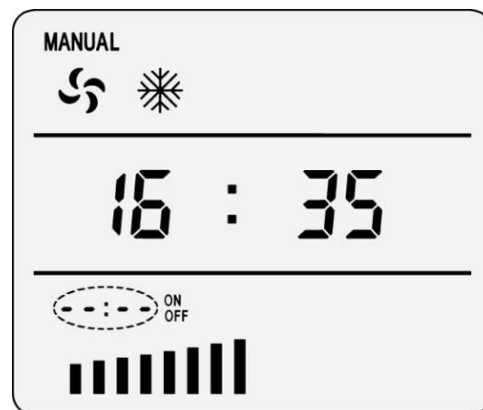

Рис. 8.11 Отключение настроек
3) нажмите кнопку , на экране отобразятся надписи «ON» и «OFF», мигание надписи «--:--» означает, что функция таймера отключена (рис. 8.11)